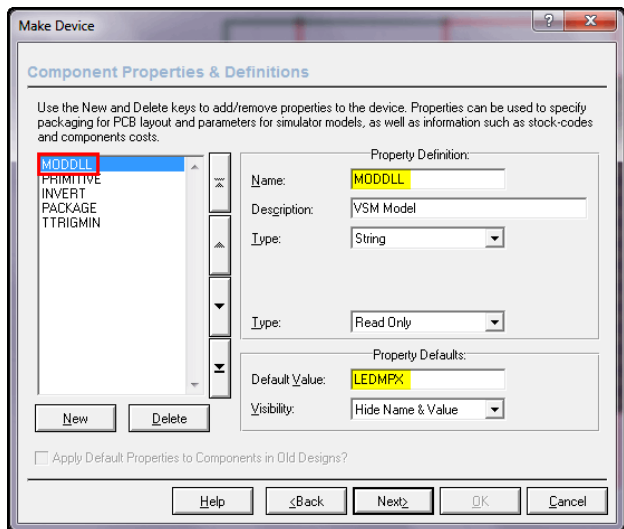

Рис. 92
**MODDLL** – В графе **Description** умолчание или по своему усмотрению, первый **Type** – **String**, второй **Type** – **Read Only**, **Default Value** – **LEDMPX**, или полностью **LEDMPX.DLL** (Рис. 92);